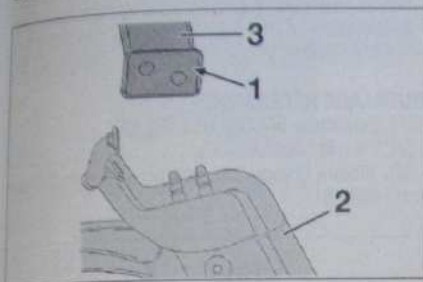

Fig. 18
- Contrôler et remplacer si nécessaire les caoutchoucs (1) (Fig.18) entre le berceau (2) et l'allonge de berceau (3).